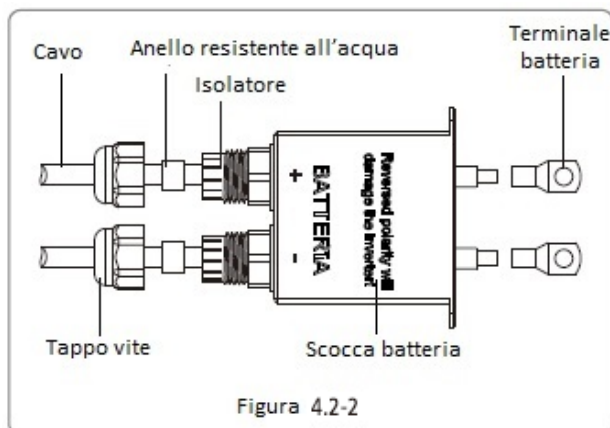

Figura 4.2-2
- (1) Controllare il voltaggio nominale delle batterie. Il voltaggio di output nominale dovrebbe attenersi alle specifiche dei prodotti GoodWe.
- (2) Scollegare l'interruttore DC tra inverter e batteria.
- (3) Scollegare il tappo della vite dall'isolatore.
- (4) Scollegare l'anello resistente all'acqua dall'isolatore.
- (5) Inserire il cavo attraverso i componenti in questo ordine: tappo della vite, anello resistente all'acqua, isolatore, scocca batteria e terminale batteria. Vedi figura 4.2-2.